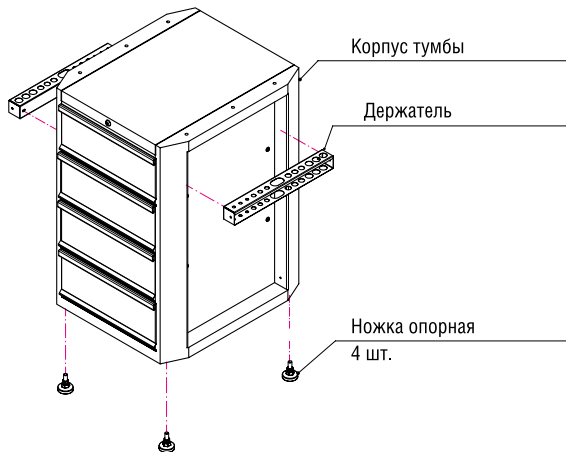

Рисунок 1 - Установка аксессуаров на тумбу
2. Установку держателей производите согласно схеме (рис. 1).